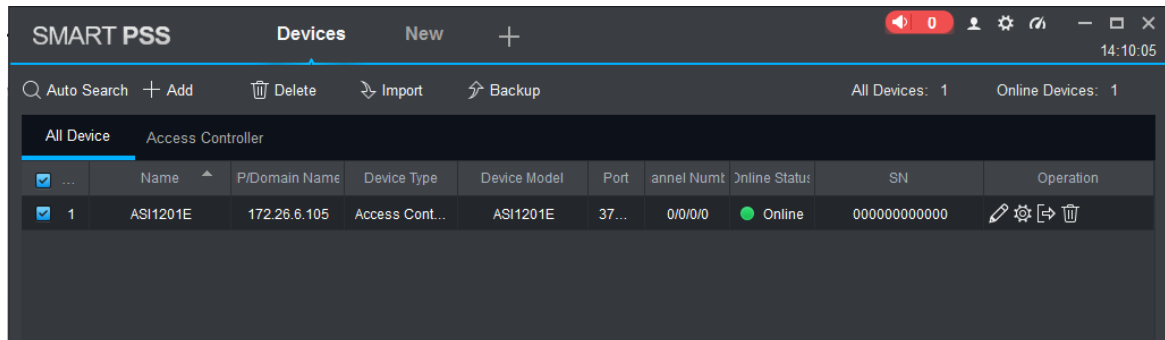
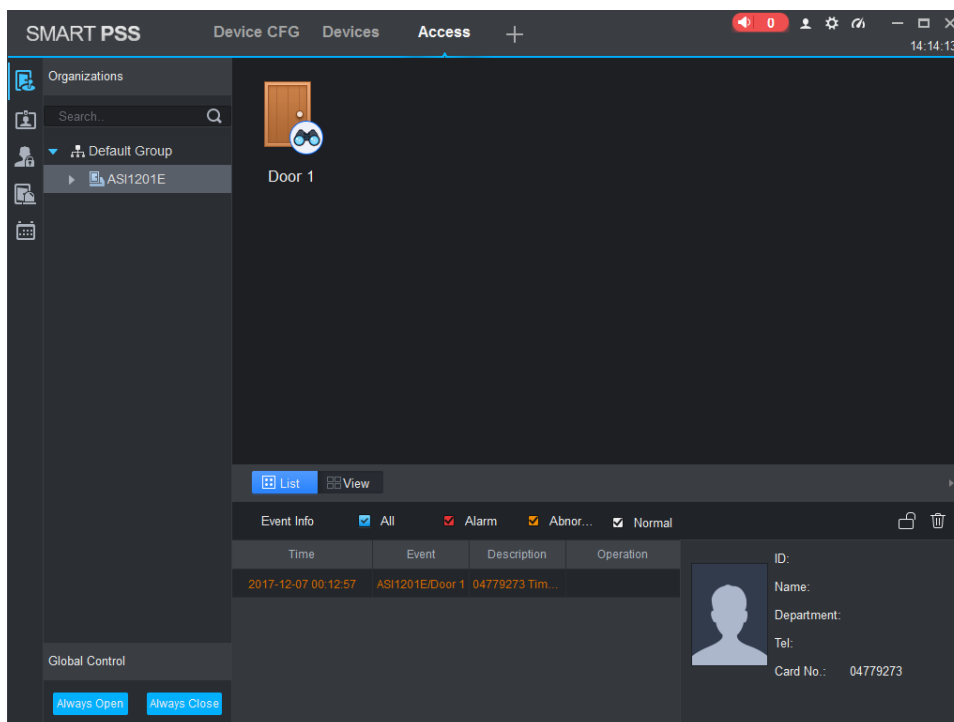

Figura-5-4
Figura 5-7
- Ingrese "Nombre de usuario" y "Contraseña" para iniciar sesión en el dispositivo y haga clic en "Aceptar". El sistema muestra la lista de dispositivos agregados, como se muestra en la Figura 5-4
- Haga clic en "Agregar" para agregar un dispositivo. El sistema muestra la lista de dispositivos agregados, como se muestra en la Figura 5-4. Las puertas del controlador agregado se muestran en la pestaña Acceso, como se muestra en la Figura 5-7